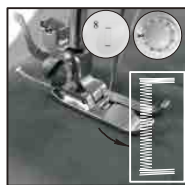

Fig.19
- (4) Elija el patrón de puntada #8, luego encienda el interruptor y cosa la puntada 5-6 a baja velocidad, luego apague el interruptor (Fig. 19).